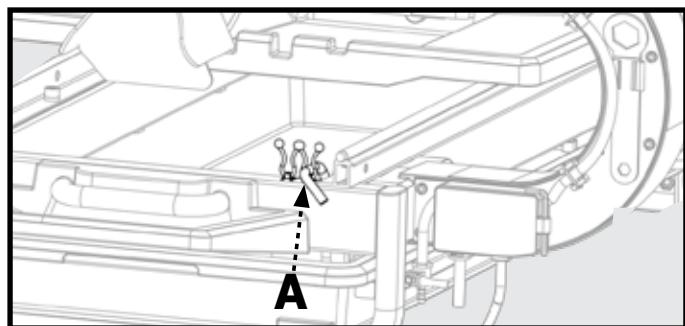

Figure 18
2. Placez la pompe (14) dans le fond du sceau.
4. Fixez le mou du tuyau et du cordon d'alimentation aux liens d'accrochage prévus à l'arrière de la scie (A, fig.18).